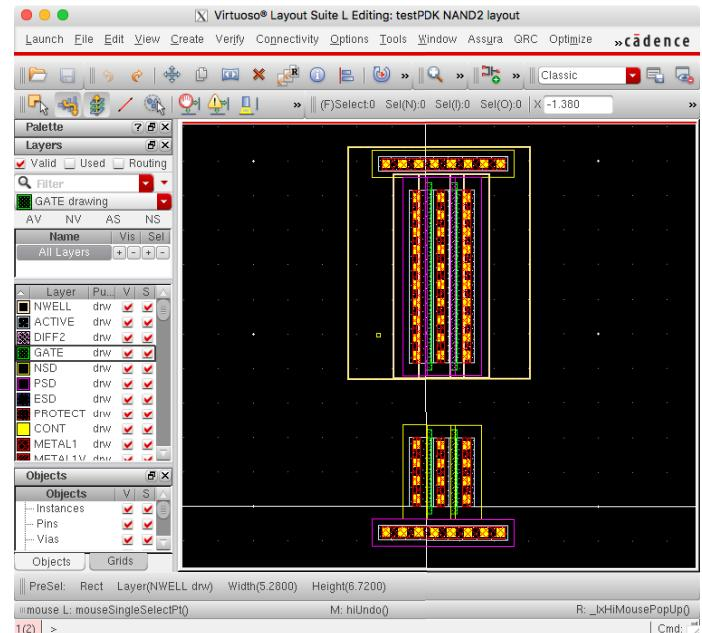

図 17: 基板コンタクトと NWELL まで作成した NAND2 レイアウト
15. さらに、PMOS 側基板コンタクトと PMOS を NWELL レイヤで取り囲む。左側のレイヤ選択部分で NWELL をクリックし選択した状態として、画面上で r キー (Rectangle) を入力する。上部に配置した M1\_NACT を充分取り囲むように NWELL パターンを作成する。パターンを開始したい位置で一度左クリックし、対角線上の位置で再度クリックするとパターンが作成される。間違えてしまった場合は適宜選択したうえで Delete キーで削除できる。ここまでできあがつたレイアウトを図 17 に示す。